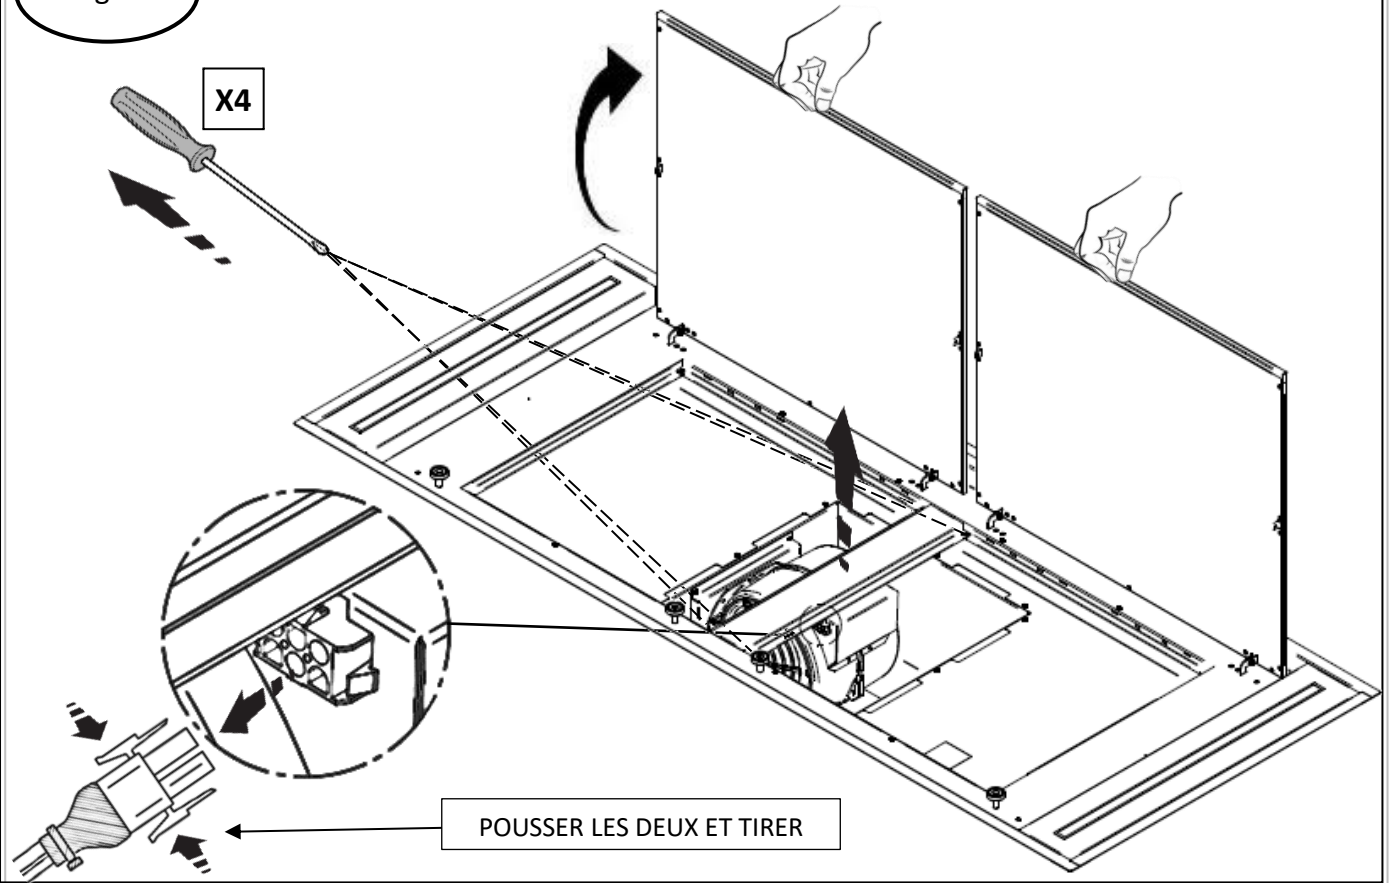

Fig. 4
- Dévisser les vis du boîtier du ventilateur afin de pouvoir le tourner jusqu'à ce que vous atteigniez la position de sortie souhaitée (fig.4).